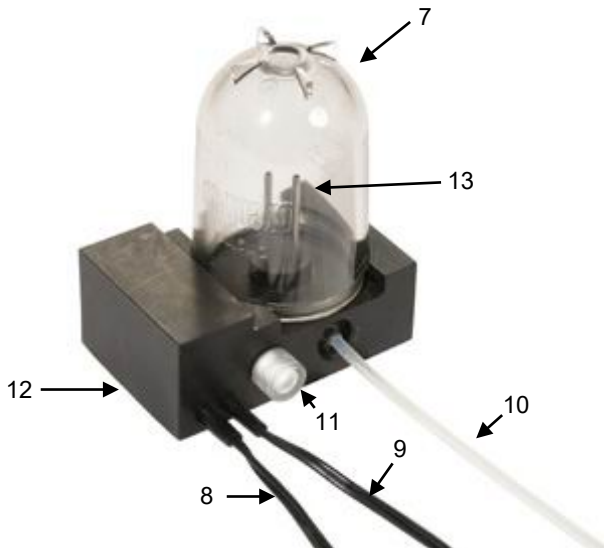

Abb. 2: Kondensatpumpe
Während der Messung kann die Kondensatpumpe aufgestellt werden (vgl. Abb. 2: Kondensatpumpe) oder mit dem Befestigungsmagneten (12) am Heizkessel befestigt werden.